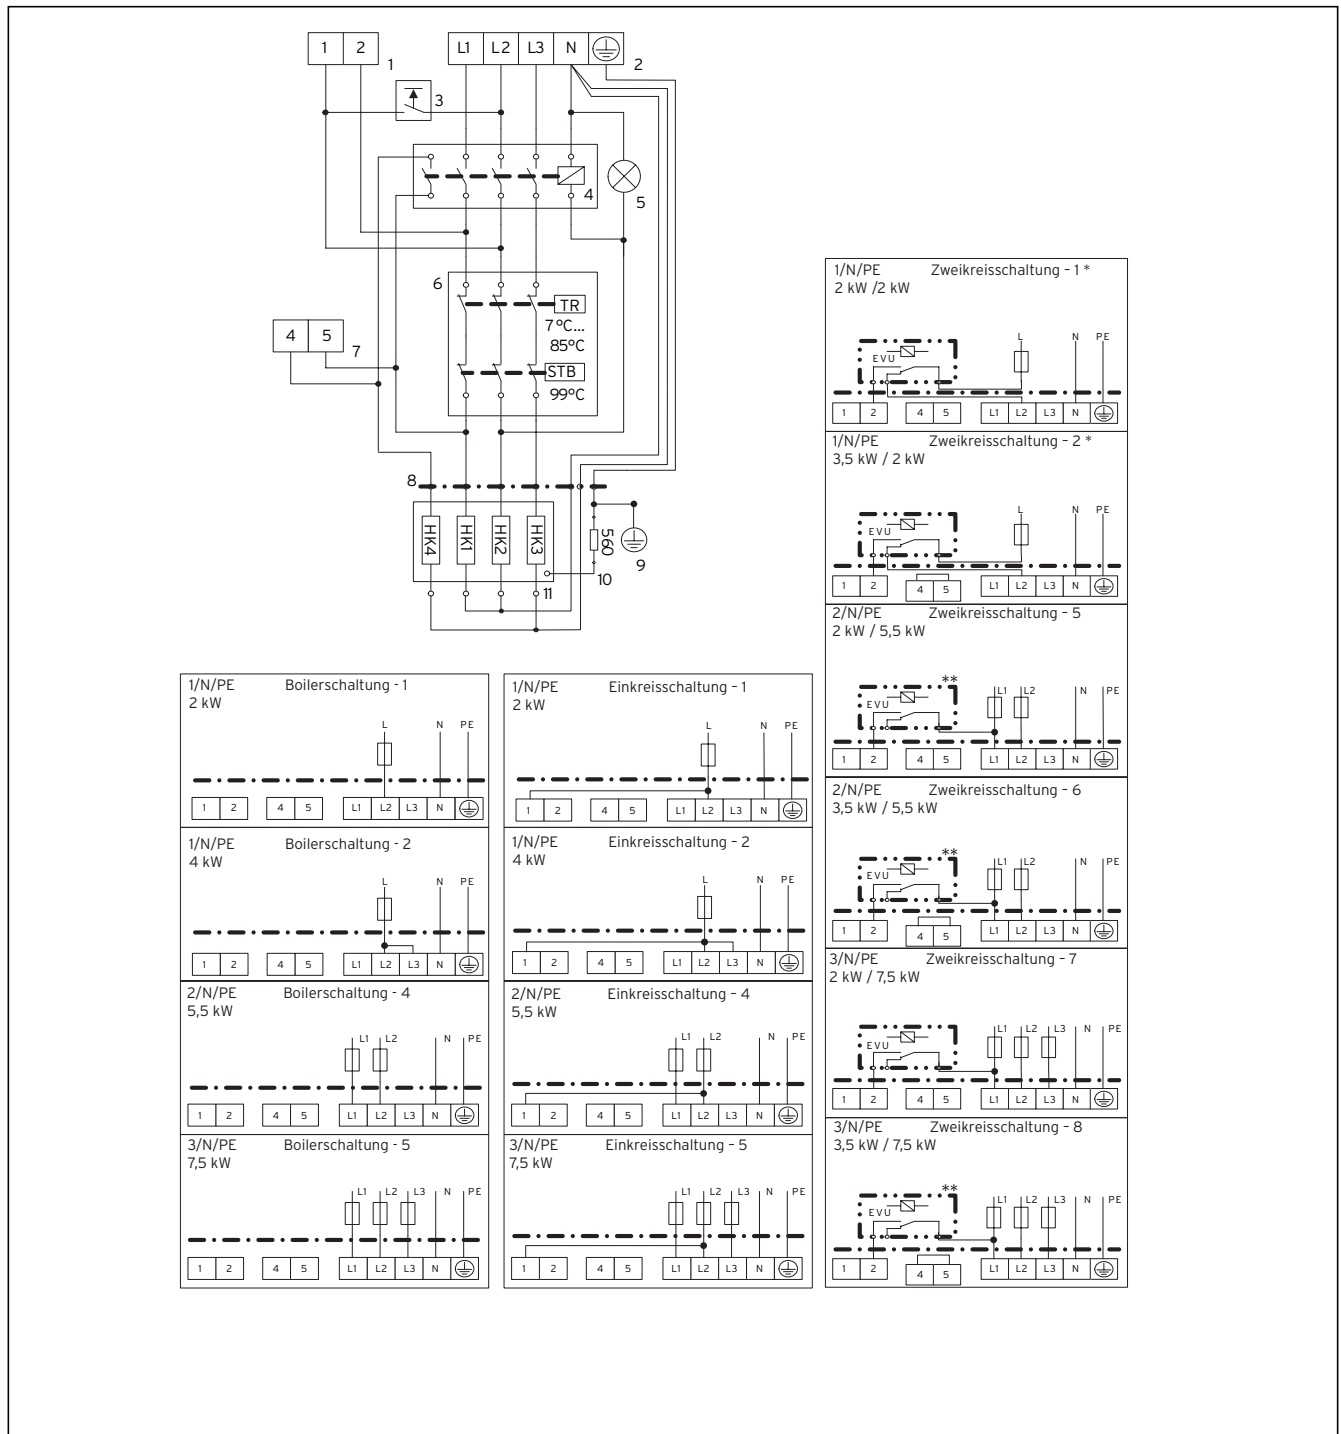
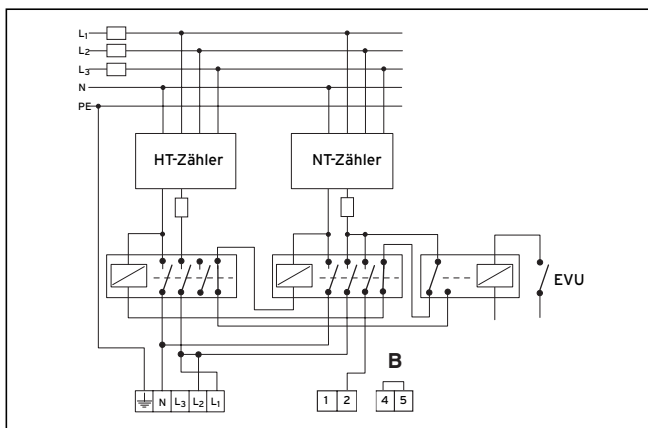
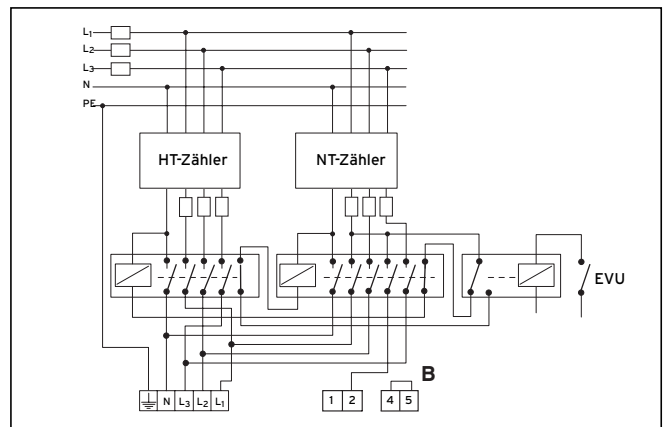

Abb. 8.1 Schaltschema Übersicht eloSTOR
Abb. 8.2 Anschluss einphasig
Abb. 8.4 Anschluss dreiphasig
- Nehmen Sie die Anschlussverdrahtung für die in der Tabelle 8.1 angegebenen Leistungen entsprechend den zugehörigen Schaltschemata in Abb. 8.1 und den Abb. 8.2 bis Abb. 8.4 vor.
Beachten sie das Schaltschema (siehe Abb. 8.1). Für die Einkreissschaltung ist eine Brücke (1,5 mm²) zwischen L2 und Klemme 1 erforderlich. Für die Zweikreissschaltung setzen Sie das Steuerkabel an die Klemme 2. Bei Boilerschaltung werden keine Steuerleitungen benötigt.
Bei Zweikreisschaltung kann für Niedertarifschaltungen ein EVU-Kontakt entsprechend den Schaltschemata in den Abb. 8.2 bis 8.4 angeschlossen werden. Dies gewährleistet eine Einschaltung der Grundlast vom Energieversorgungsunternehmen.